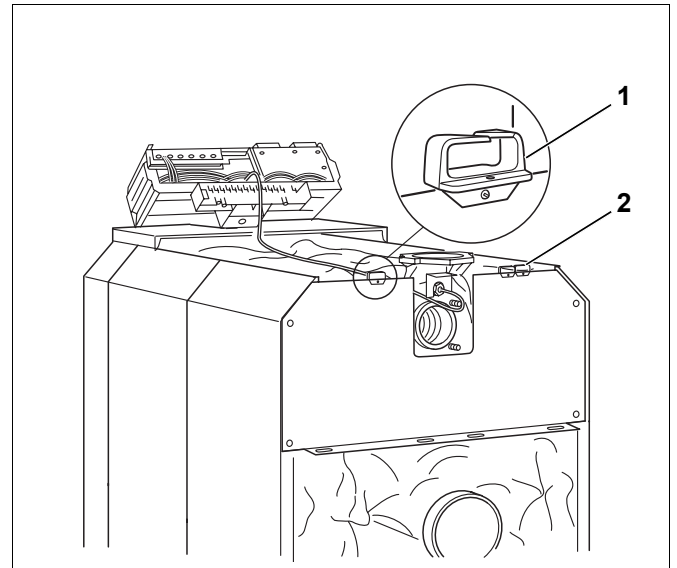

Bild 63 Elektrischer Anschluss
- Kabeldurchführung (Bild 63, **Pos. 1** und **2**) links oder rechts an der Kesselrückwand anschrauben.